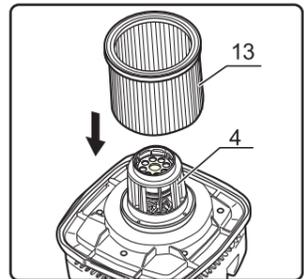

fig.4-1
- 건식 청소의 경우 동봉된 카트리지 필터(13)를 장착하고, 필터 잠금 장치(19)를 고정하십시오. (fig.4-1, 4-2)